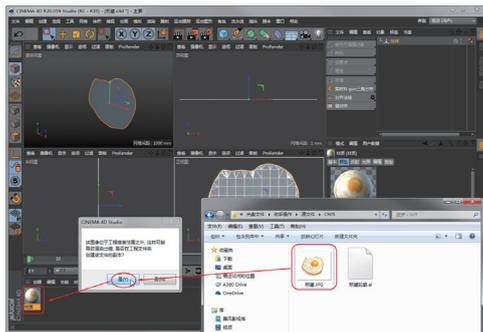

图 5-26
**07** 将源文件夹中的“煎蛋.JPG”图像文件直接拖入 C4D 软件界面底部的材料管理器中，使图片成为一种材质，如图 5-26 所示。